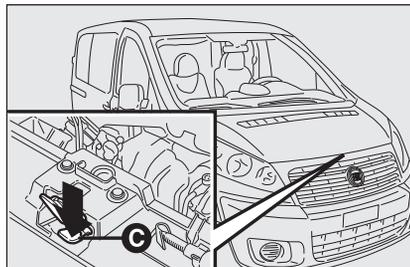

fig. 106
- premere sulla levetta **C-fig. 106** del cofano motore;